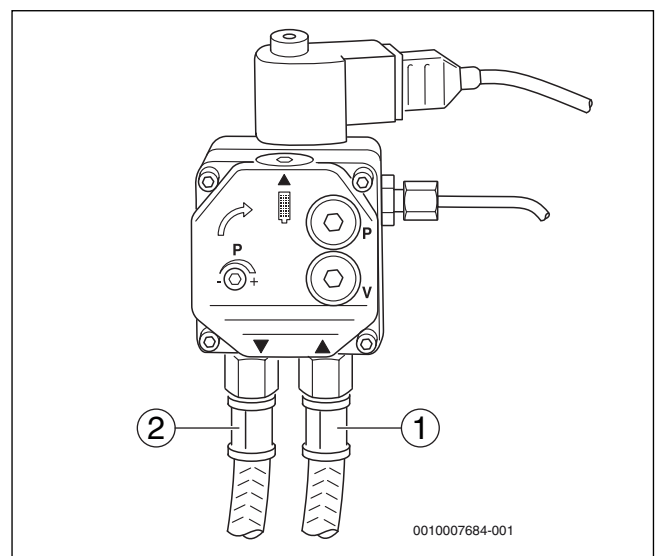

Fig. 17 Bomba de gasóleo – Danfoss
- ▶ Tener cuidado que, al conectar el dispositivo de suministro de gasóleo, no se confundan la tubería de aspiración de gasóleo y la tubería de retorno (→ fig. 17 y 18).